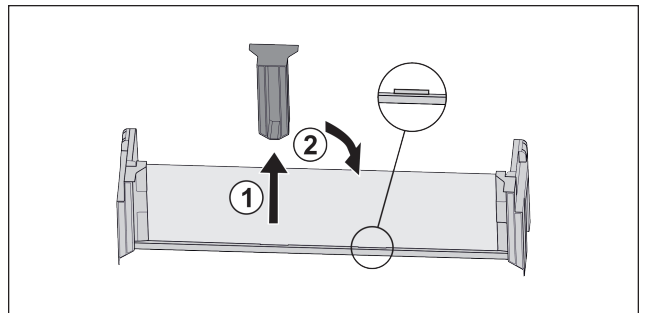

Fig. 28
- ▶ Desprindeți piesa de susținere intermediară Fig. 28 (1).
- ▶ Introduceți piesa de susținere intermediară la a doua poziție Fig. 28 (2).